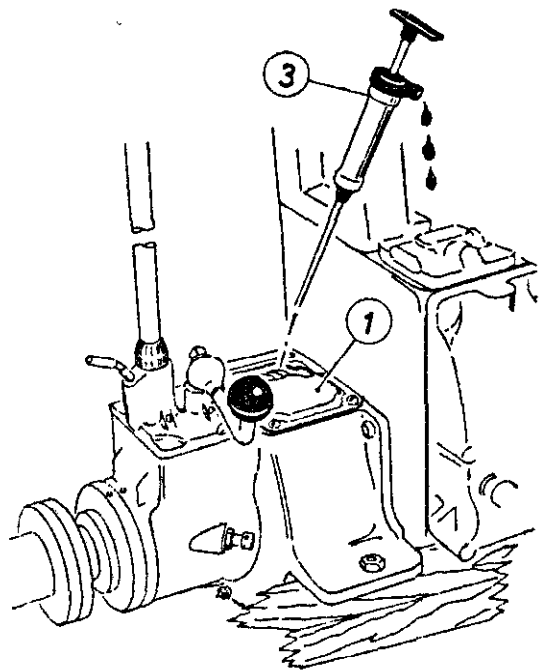

Fig. 39
1. Skru av koblingshuslokket (fig. 39, pos. 1) og kontroller oljestanden i koblingen. Tørn motoren og påse at koblingen når nedi olje. Om nødvendig etterfyll.